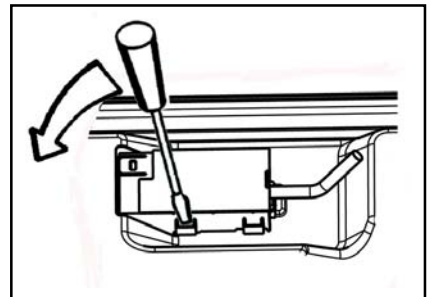

Abb. 7
- 1) Führen Sie die Spitze eines Schraubenziehers unter die Vorsprünge an der sichtbaren Seite des Klemmkastens ein (Abb. 7).